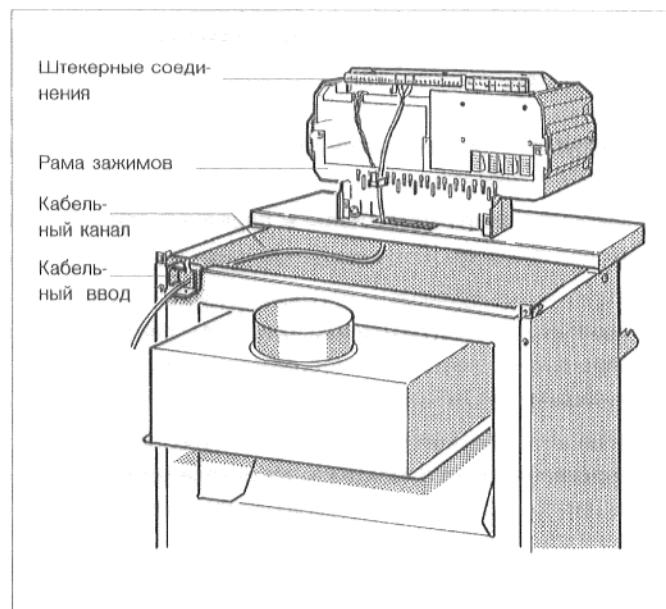
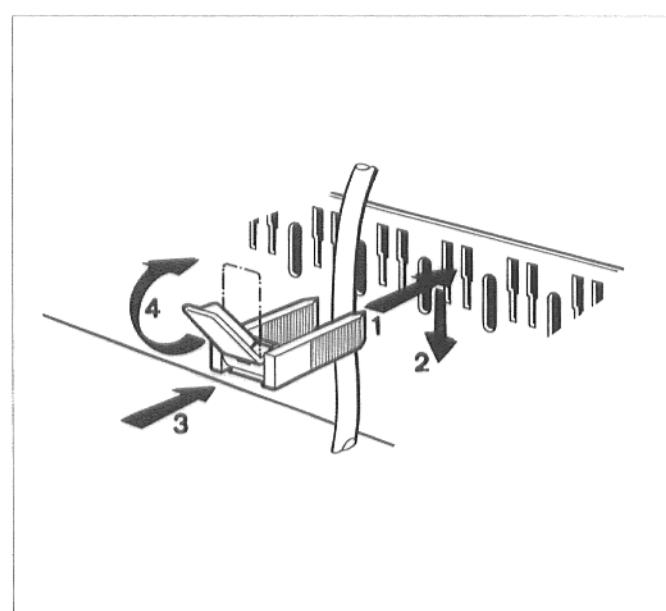

Рис. 11. Кабельный ввод и штекерные соединения
Рис. 12. Закрепить провод кабельным зажимом
- Подключить электропровод к штекерным соединениям установки, соответственно схеме соединений (рис. 11).
Проложить провода сзади, через кабельные вводы и отверстия в переднем колпаке котла, к регулятору (рис. 11).
- Все провода следует закрепить зажимами: зажимы для крепления кабеля с вложенным проводом, вставить сверху в щели рамы зажимов (рис. 11); при этом, ребро рычажка должно показывать вверх. Передвинуть зажим для крепления кабеля вниз, при этом, вдавливая его. Рычажок переставить вверх (рис. 12).